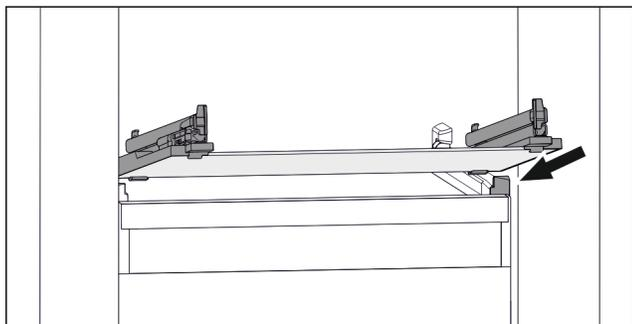

Fig. 118 Exemple de représentation de la tablette en verre
- ▶ Placer la tablette en verre, en l'inclinant, derrière les butées. (voir Fig. 118)